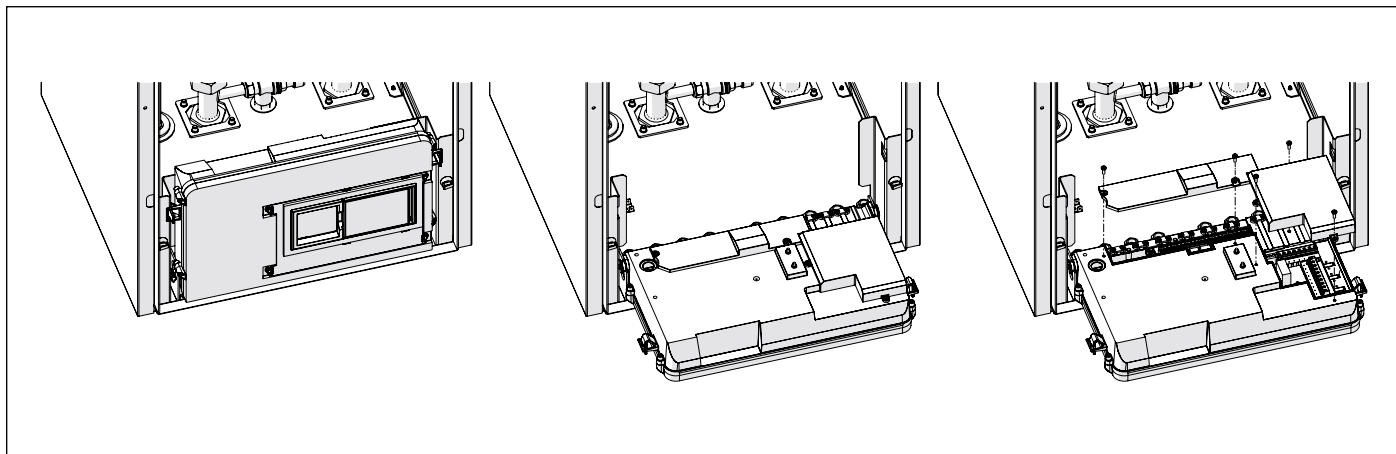

Fig. 27 Scatola elettrica
- Ruotare la scatola elettrica in avanti di 90° (vedi Fig. 27 Scatola elettrica).
- Togliere i due coperchi di copertura dei collegamenti elettrici esterni (A e B) svitando le viti che li fissano alla scatola elettrica (vedi Fig. 27 Scatola elettrica).